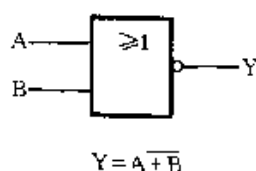

图 2-358
⑤ 或非门的电路符号如图 2-358 所示, A、B 为输入端, Y 为输出端。或非门的逻辑关系为 $Y = \overline{A+B}$, 即只要输入端 A 和 B 中有一个为“1”时, Y 即为“0”; 所有输入端 A 和 B 均为“0”时, Y 才为“1”。或非门可以有更多的输入端。